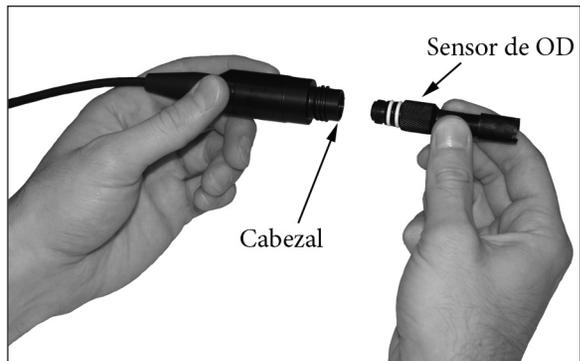

Figura 3
“Cabezal” hace referencia al conector de una patilla que se encuentra al final del conjunto de sondas/cables en el que está instalado el sensor de oxígeno disuelto (OD) (figura 3). Los sensores de conductividad y temperatura están ubicados sobre y cerca del cabezal, respectivamente, y no pueden ser reemplazados por el usuario.